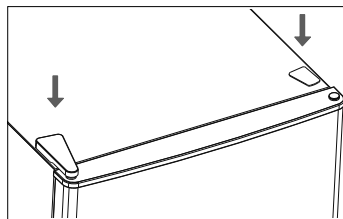

Fig. 15
- ▶ Remettez le cache-charnière et les capuchons de vis en place (voir **Fig. 15**).